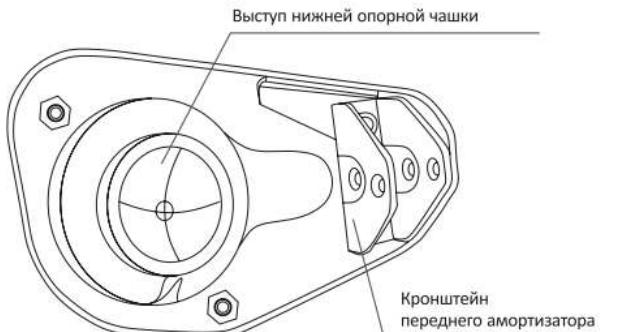

Рис. 4
5. На нижнюю опорную чашку, поверх стандартных креплений амортизатора, установите кронштейн передних амортизаторов (из комп. – 5), как показано на рис. 4.